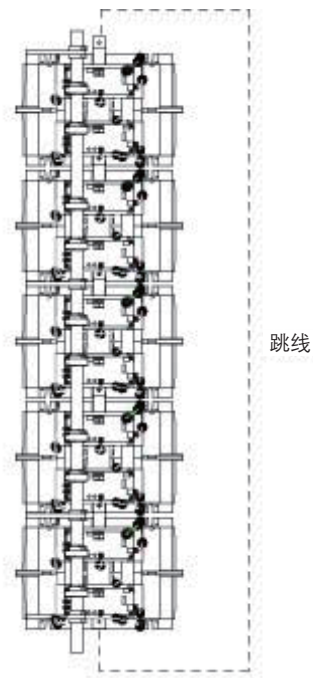

图 7.1 – 高压绝缘测试跳线位置示例
2. 在每一相内使用跳线将线路和负载端子连接起来，如图 7.1 所示。